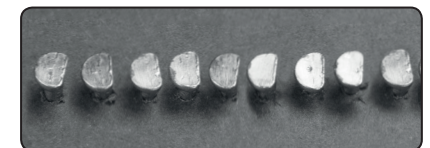
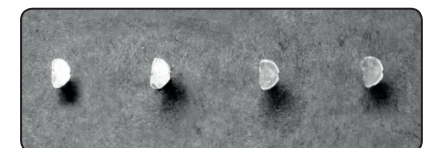
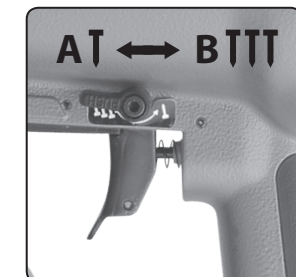

Abb. 15, Sequentielles Nageln
Abb. 16, Kontaktnageln
Abb. 17, Umschaltung zwischen sequentiellen und Kontaktnageln
- ➔ Das Umschalten zwischen sequentiellem (Abb. 15) und Kontaktsetzen (Abb. 16) führen Sie mit Hilfe des Hebels am Abzug, siehe. Abb. 17 durch.